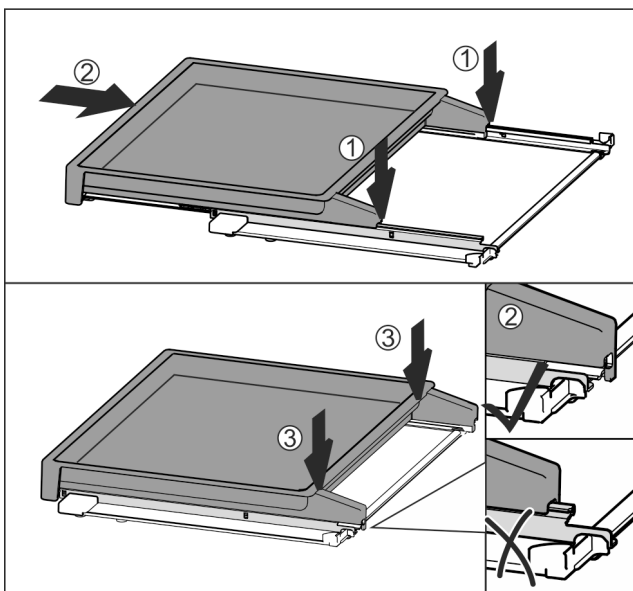

Fig. 79
- ▶ Așezați centrat pe șine Fig. 79 (1).
- ▶ Împingeți complet raftul extractibil în interior Fig. 79 (2).
- ▶ Apăsați pe partea din spate, până când acesta se cuplează cu un zgomot specific Fig. 79 (3).